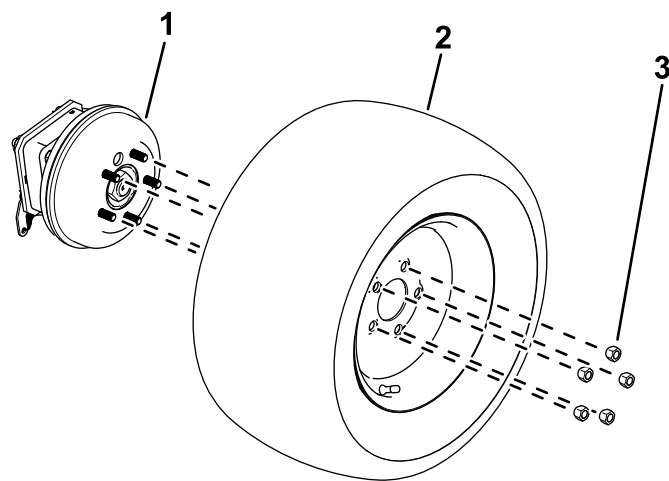

Figura 11
2. Allentate e rimuovete i dadi delle ruote (Figura 11).
3. Rimuovete le ruote dai mozzi (Figura 11).
- Utilizzate i dadi ruota rimossi in precedenza per fissare gli pneumatici ai mozzi delle ruote (Figura 11).